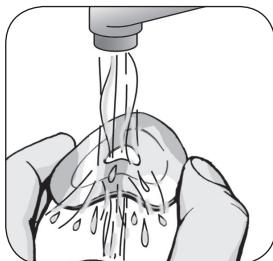

Fig. 14
Lavare il disco in silicone (C) sotto l'acqua corrente piegandolo leggermente ai lati in modo da liberare il foro centrale da eventuali residui di polvere di caffè che potrebbero ostruirlo (Fig. 14).